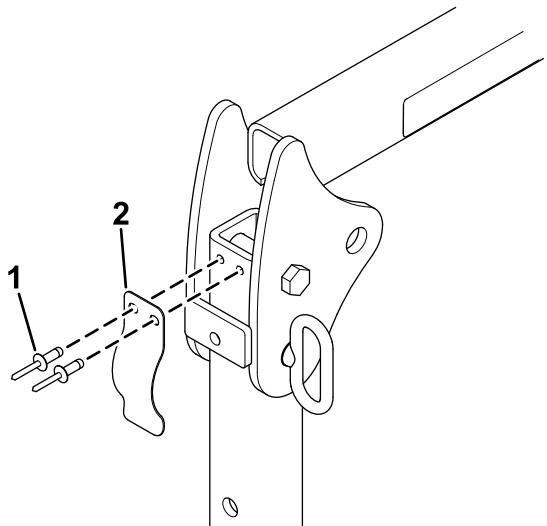

図 22
- ロールバーを下げる状態で、ロールバーの両側からガタつき防止用のリーフスプリング(図 22)を取り外す。